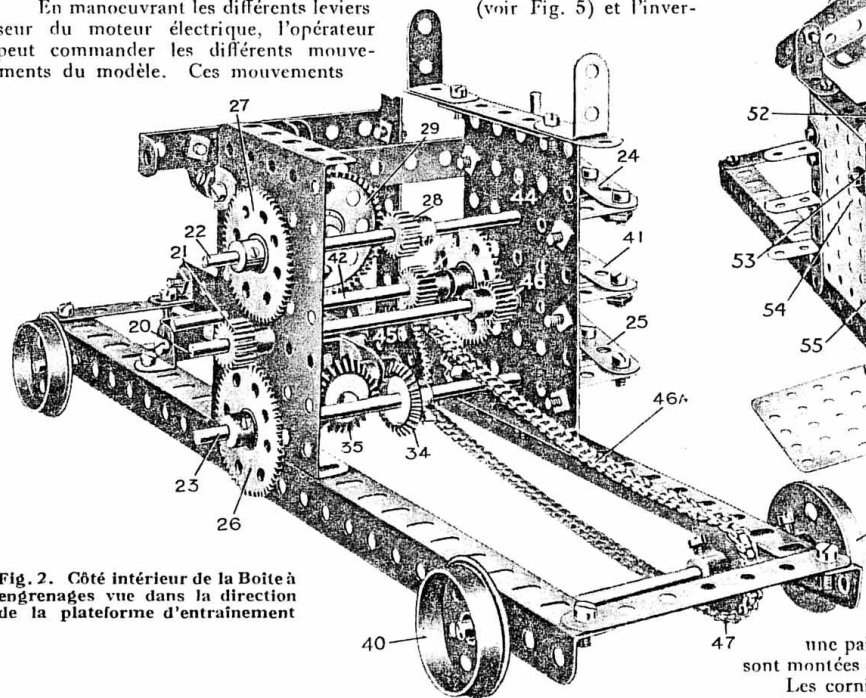
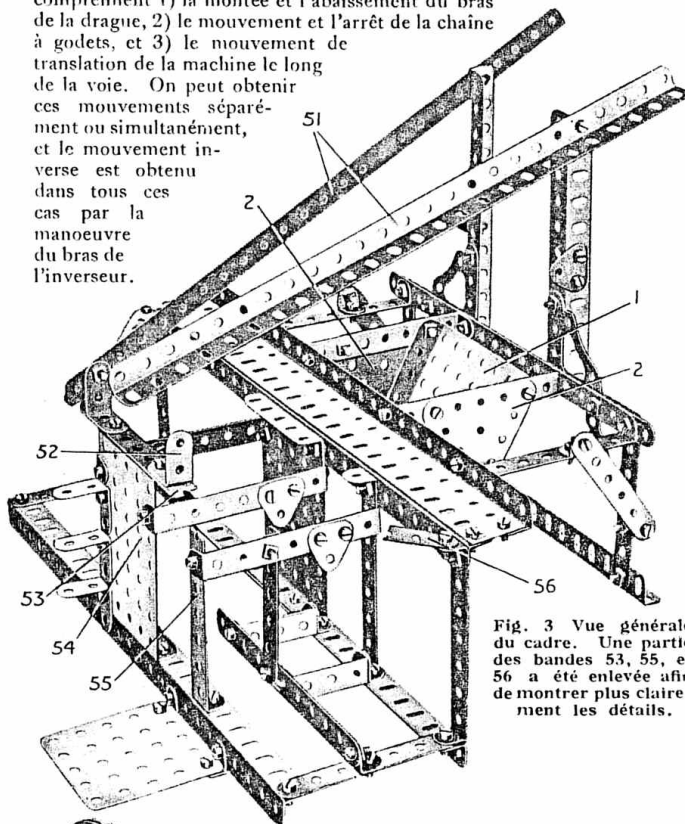
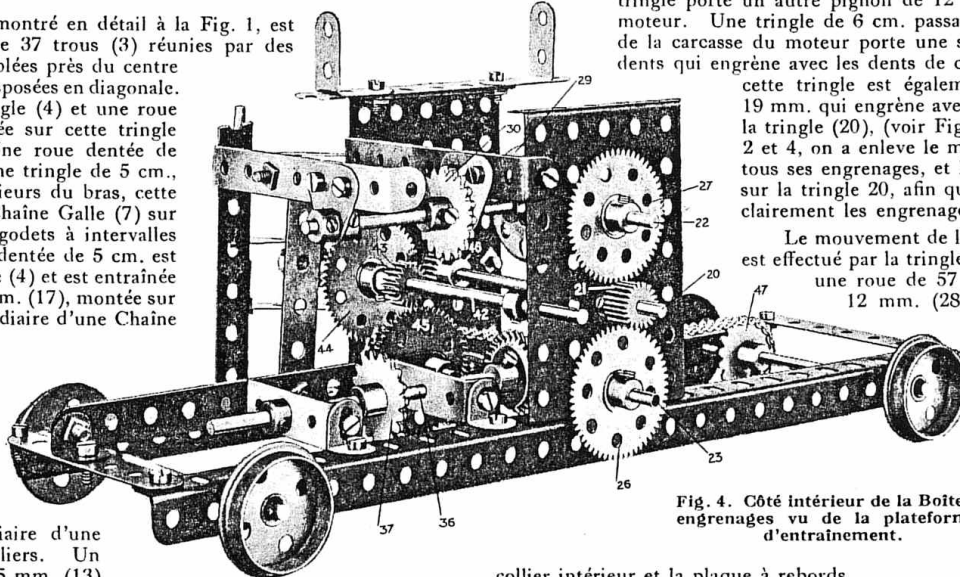
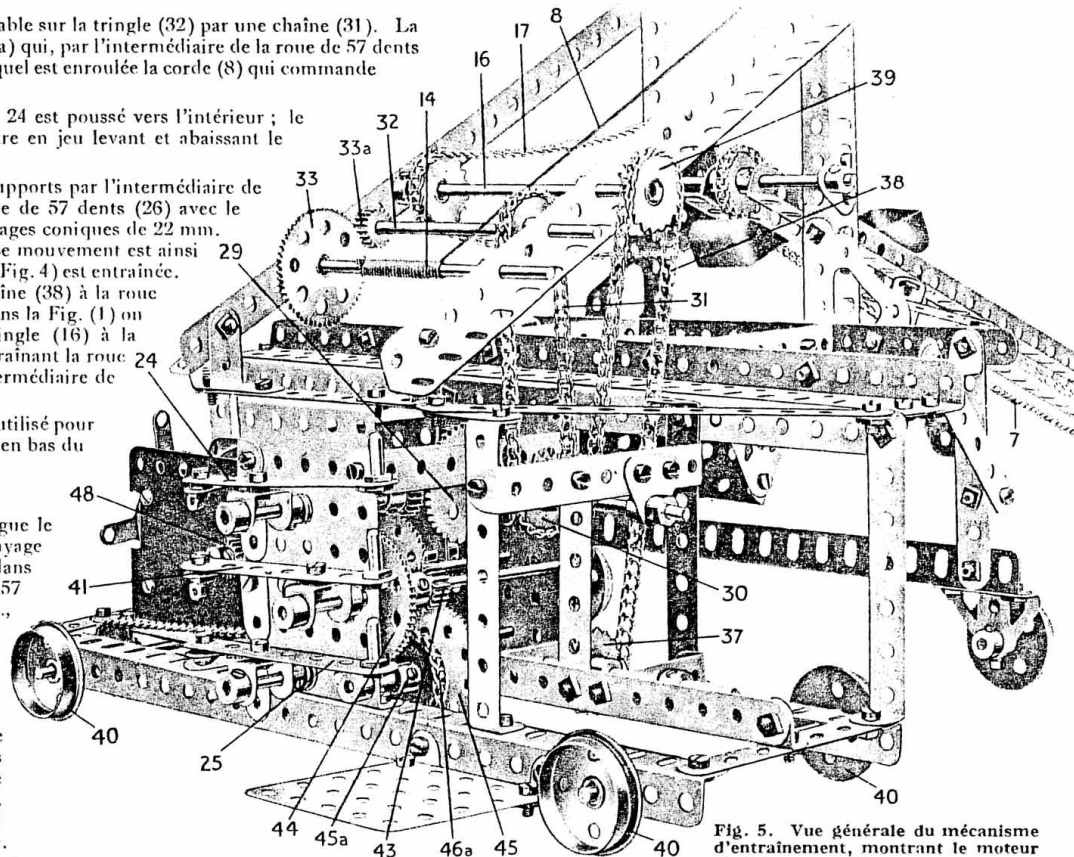

Fig. 2. Côté intérieur de la Boîte à engrenages vue dans la direction de la plateforme d'entraînement
Fig. 3. Vue générale du cadre. Une partie des bandes 53, 55, et 56 a été enlevée afin de montrer plus clairement les détails.
Fig. 4. Côté intérieur de la Boîte à engrenages vu de la plateforme d'entraînement.
Fig. 5. Vue générale du mécanisme d'entraînement, montrant le moteur électrique installé.
Le Bâti du modèle est indiqué à la Fig. 3. Au centre de ce bâti nous apercevons la trémie, qui reçoit les matériaux amenés par les godets, et cette trémie guide la charge jusqu'aux wagons amenés au-dessous d'elle. La trémie est formée par une plaque à rebords de 9x6 cm., boulonnée à une paire de plaques triangulaires de 6 cm., et ces plaques triangulaires sont montées sur des bandes courbées de 90x12 mm. comme il est montré.
deux équerres de 25×25 mm. (52). Ces équerres sont boulonnées à une bande de 11 trous (53) qui à son tour est fixée à une plaque à rebords de 9 cm. (54). Sur la Fig. 3 on n'aperçoit que partiellement la bande de 11 trous, une partie du dispositif ayant été enlevée pour ne pas masquer les détails du bâti.
L'extrémité de la bande de 11 trous doit être fixée à l'extrémité de la bande courbée verticale (55), comme il est montré à la figure 5. La bande de 11 trous (56) (dont on ne peut apercevoir qu'une partie à la Fig. 3) est également boulonnée à la bande (53).
On comprendra aisément le montage du mécanisme de la boîte à engrenages et des leviers de manoeuvre, etc., si l'on se rapporte aux Figures 2, 4, 5.
Cette dernière figure nous donne une vue générale de la boîte à engrenages, montrant les leviers de manoeuvre et le châssis roulant (une plaque sans rebords de 60×60 mm.) sur le plan arrière. La Fig. 2 nous montre le côté intérieur de la boîte à engrenages, dans le sens du roulement, tandis que la Fig. 4 est une vue du même côté pris de l'extrémité de la plateforme.
L'action du moteur électrique est transmis par l'intermédiaire de l'arbre de l'induit du moteur aux différentes parties du modèle de la façon suivante. Le pignon de 12 mm. (48) sur l'arbre de l'induit (Fig. 5) engrène avec une roue de 57 dents fixée à une tringle passant dans les flasques du moteur. Cette tringle porte un autre pignon de 12 mm. entre les flasques du moteur. Une tringle de 6 cm. passant dans les trous extrêmes de la carcasse du moteur porte une seconde roue dentée de 57 dents qui engrène avec les dents de ce pignon de 12 mm. Sur cette tringle est également monté un pignon de 19 mm. qui engrène avec une roue de 50 dents sur la tringle (20), (voir Fig. 2 et 4). Sur les Figures 2 et 4, on a enlevé le moteur électrique, ainsi que tous ses engrenages, et la roue dentée de 50 dents sur la tringle 20, afin qu'on puisse apercevoir plus clairement les engrenages restants.
Ainsi les roues dentées (26, 27) (Fig. 2 et 4) peuvent engrèner avec le pignon de 12 mm. (21) sur la tringle (20), par l'intermédiaire de leviers d'embrayage (24 et 25). Le pignon de 12 mm. 28, sur la tringle 22 engrène constamment avec une roue de champ de 38 mm. (29) et la tringle à laquelle cette roue est fixée porte également une roue dentée de 25 mm. (30) (Fig. 5)
La tringle (23) peut glisser dans ses supports par l'intermédiaire de l'embrayage (25), qui fait engrèner la roue de 57 dents (26) avec le pignon de 12 mm. (21) (Fig. 2), les engrenages coniques de 22 mm. 34 et 35 étant engrènés simultanément. Le mouvement est ainsi transmis à la tringle 36 et la roue dentée 37 (Fig. 4) est entraînée. Cette roue dentée est couplée par une chaîne (38) à la roue dentée (39) sur la tringle 16 (Fig. 5). Dans la Fig. (1) on peut apercevoir la transmission de la tringle (16) à la tringle (4), une roue dentée de 25 mm. entraînant la roue dentée de 5 cm. sur la tringle (4) par l'intermédiaire de la chaîne (17).
Quand on veut déplacer toute la drague le long des rails, on pousse le levier d'embrayage du milieu (41) : alors la tringle (42) glisse dans ses supports et fait engrèner la roue de 57 dents (44) avec l'un des pignons de 12 mm., sur l'arbre de l'entraînement (20) ; un autre pignon de 12 mm. (43) sur la tringle (42) engrène alors simultanément avec une roue de 57 dents (45) (Fig. 2, 4) fixée sur une courte tringle qui porte la roue dentée de 25 mm. (45a) (Fig. 5). Une roue dentée de 25 mm. (47) sur l'axe des roues arrières (40) (Fig. 2) est en liaison avec la roue dentée (45a) par une chaîne Galle (46a). Le levier d'embrayage (41) commande ainsi le mouvement du modèle le long de la voie.